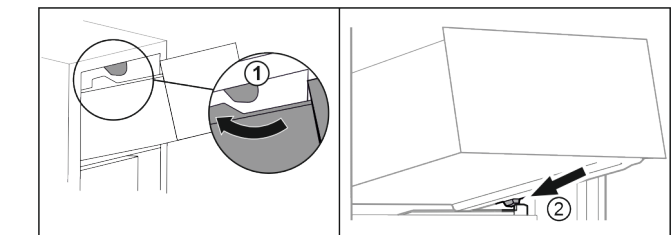

Fig. 16
- ▶ Guider le tiroir en contournant les butées supérieures Fig. 16 (1).
- ▶ Placer le tiroir, en l'inclinant, derrière les butées arrière sur la nervure de récipient Fig. 16 (2).